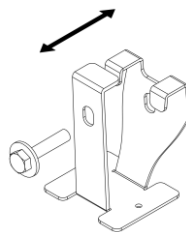

Рисунок 8 – Крепление Трос.
5.9.3. Оденьте крепления на трос. При необходимости разведите лепестки крепления (см. рисунок 8).